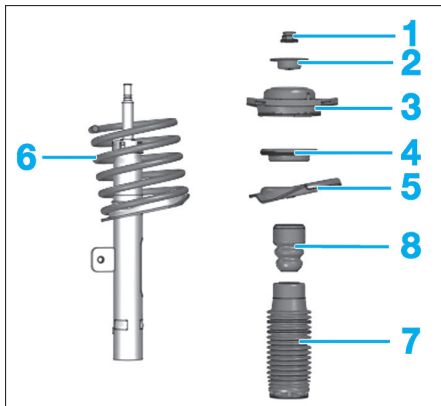

Fig. 16
- l'écrou (1) (Fig.16),
- la rondelle (2),
- le support (3),
- la butée à billes (4),
- la coupelle d'appui (5),
- le ressort (6) avec le compresseur,
- le soufflet (7),
- la butée d'attaque (8).